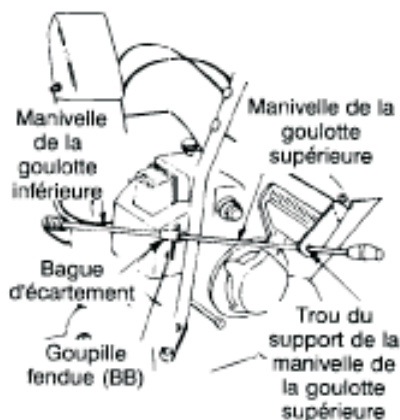

FIGURE 9
- Enfoncez la manivelle de la goulotte supérieure dans le trou du support, puis dans la bague d'écartement. Maintenez en place avec la goupille fendue (BB) (1/2 po diamètre), comme à la Figure 9.